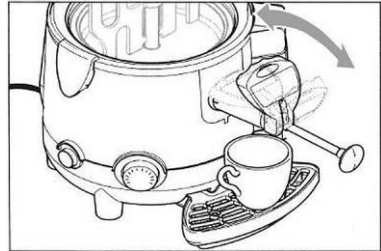

Рис. 11
1. Перед очищенням необхідно спорожнити ємність при включеному пристрої, запустивши важіль зливного крана (рис. 11).